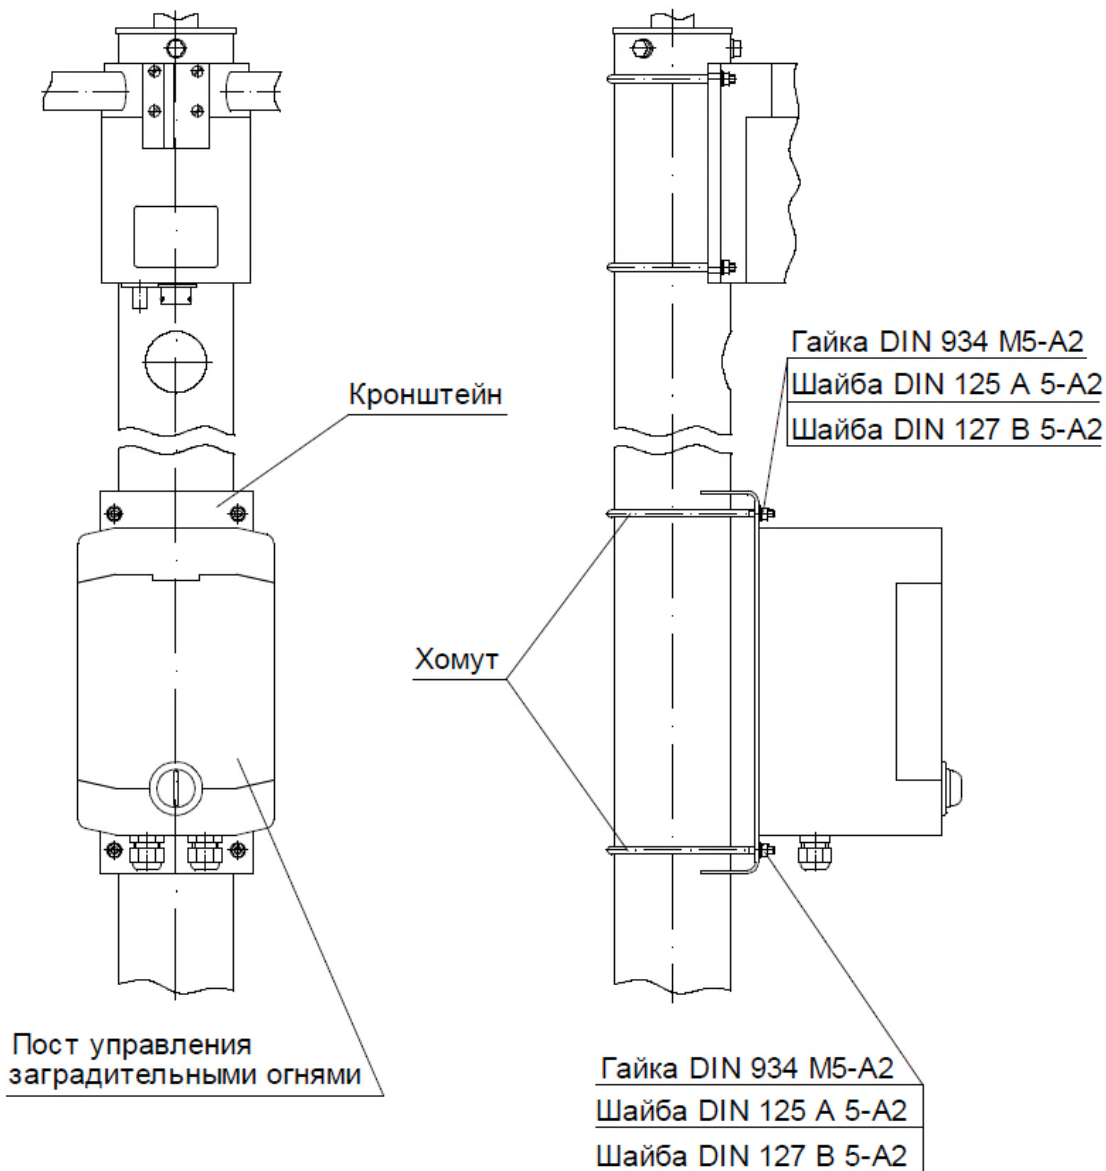

Рисунок 2.12 – Установка поста управления заградительными огнями
- закрепить ПУЗО 12 на стойке с помощью двух хомутов, шайб DIN 125 A5-A2, шайб DIN127 B5-A2, гаек DIN 934 M5-A2 из состава ПУЗО 12 (рисунок 2.12);